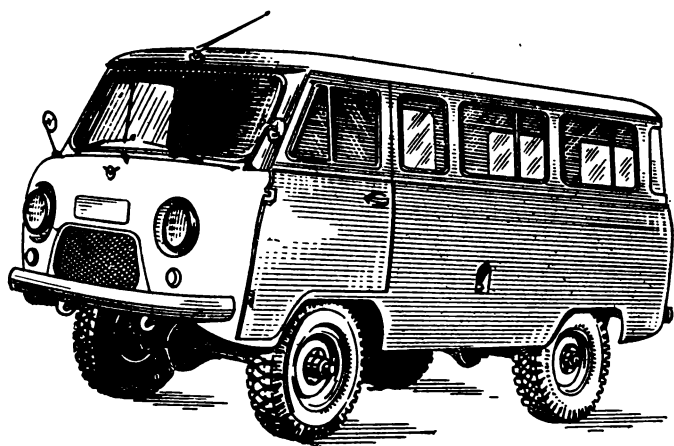

Рис. 3. Автобус УАЗ-452В
**Автобус УАЗ-452В** (рис. 3) предназначен для перевозки 10 пассажиров, не включая водителя. Посадка пассажиров производится через боковую дверь пассажирского салона кузова.